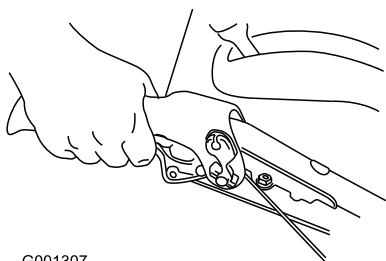

Figura 13
4. Para desplazarse hacia adelante, engrane la tracción y apriete lentamente la palanca izquierda (tracción) contra la empuñadura (Figura 13).